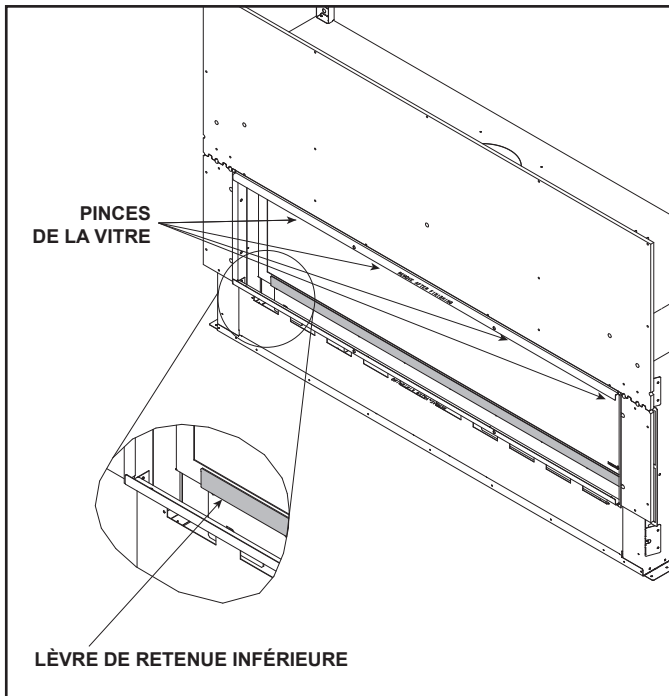

Figure 4.1 Assemblage du panneau de verre
3. Localisez les verrous de la vitre de l'appareil situés sur le bord supérieur de son cadre. Voir la figure 4.1.
4. Utilisez les deux index pour libérer les verrous à ressort. Voir la figure 4.1.